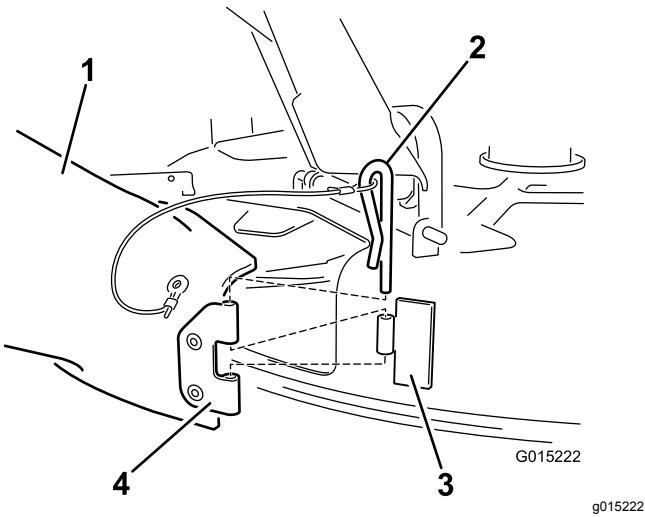

Bild 21
4. Den Auswurfkanal finden Sie in den lose mitgelieferten Teilen. Fluchten Sie die Löcher im Scharnier am Auswurfkanal mit dem Scharnier am Mähwerk aus (Bild 21).